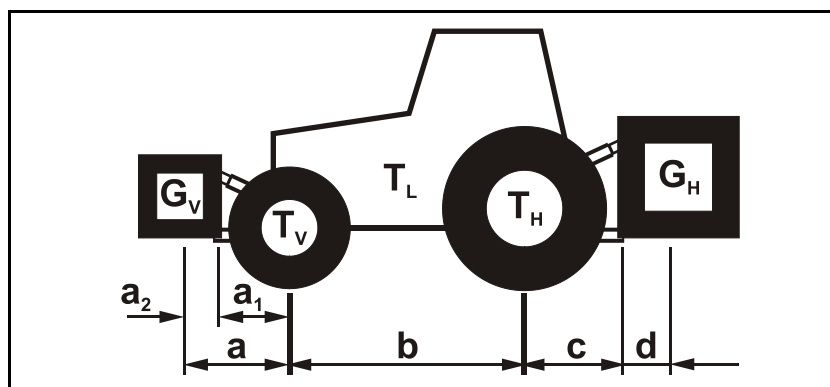

Fig. 51
3. Drei vernetrakten (Fig. 51/1) i monteringsposisjon.
4. Trekk av det halve vernerøret (Fig. 51/3).